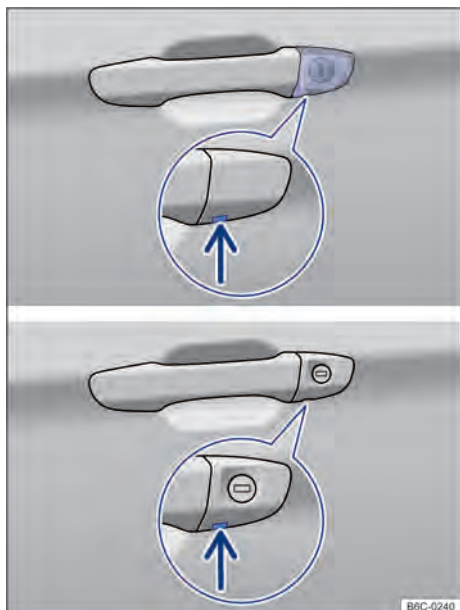

Fig. 50 Manilla de la puerta del conductor: bombín de la cerradura.
- Insertar el paletón de la llave por abajo en la entrecara de llave de la caperuza → fig. 50 (flecha).